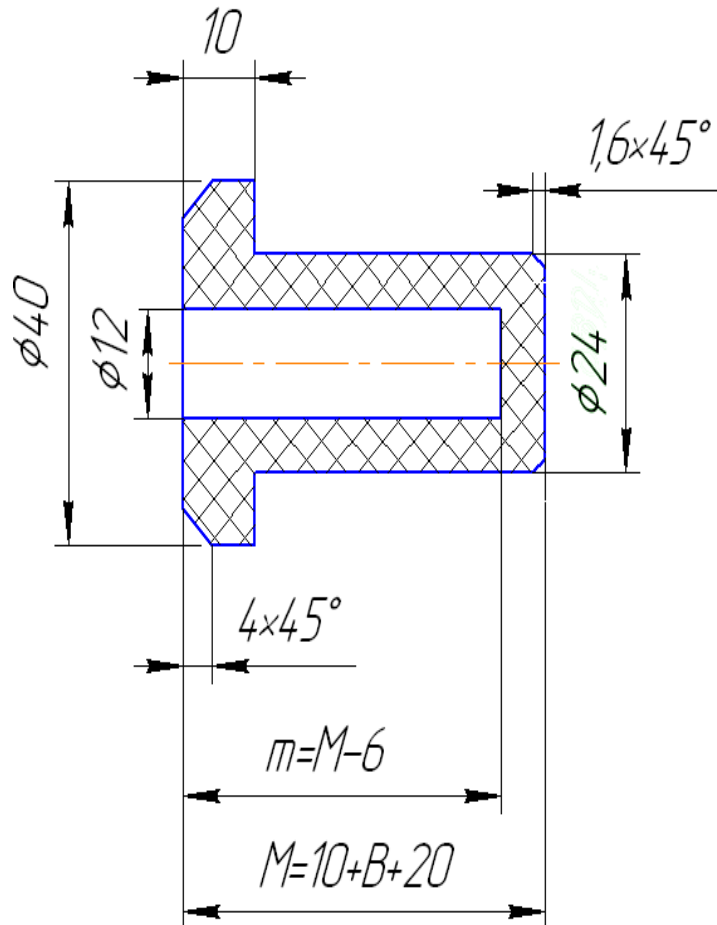
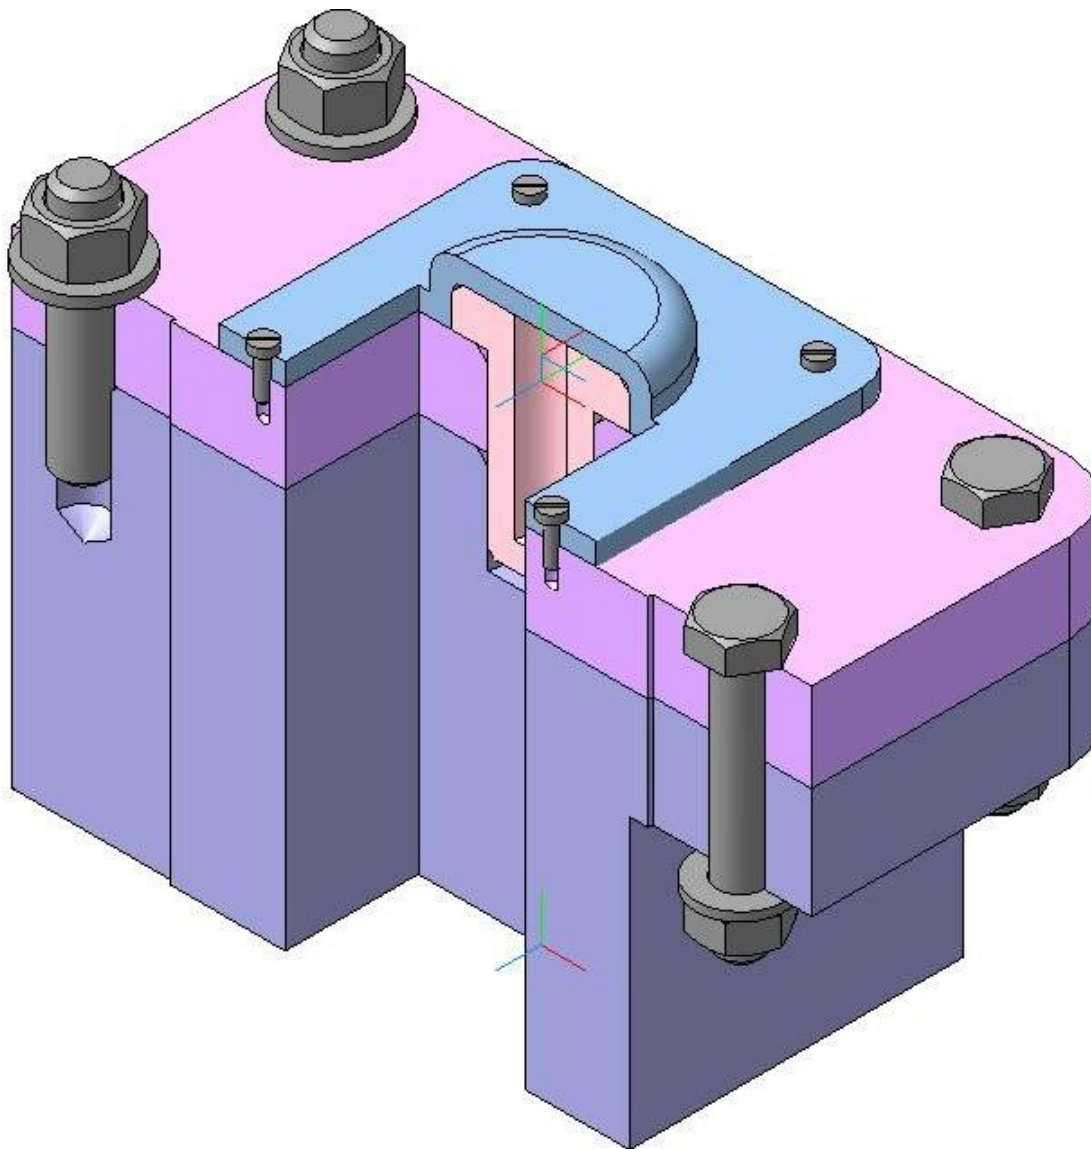
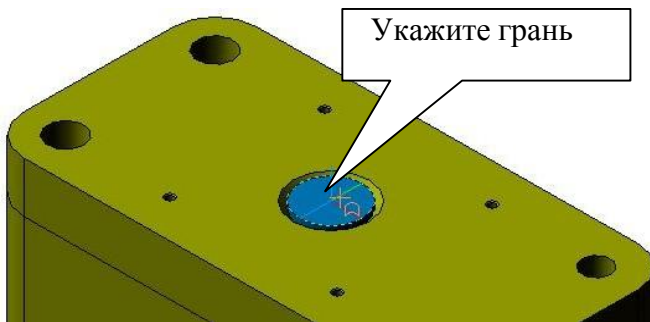

Рис. 1
Рис. 2
Рис. 14
Выполните деталь «Втулка», рис. 1. Пример приведен на рис. 2,
4. Выполните деталь «Втулка», рис. 1, способом «Добавление детали на месте».
6. Выполните полезный ступенчатый разрез, рис. 2.
1. Выполните деталь «Втулка», рис. 1, способом «Добавление детали наместе».
на расстояние 40 мм ($40=20+20$), рис. 1.
5) Укажите курсором грань детали «Втулка», рис. 14, перейдите в режим редактирования эскиза  и постройте окружность $\varnothing 40$. Перейдите в режим редактирования детали  и выполните операцию **Приклеить выдавливанием**  в прямом направлении  на расстоянии  «10».
6) Выполните цилиндрическое отверстие $\varnothing 12$ операцией Вырезать выдавливанием  на расстоянии «40» ($m=M-6$), рис. 1.
7) Выполните фаски согласно чертежу, рис. 1 (рис. 14), скрыв деталь «Основание».